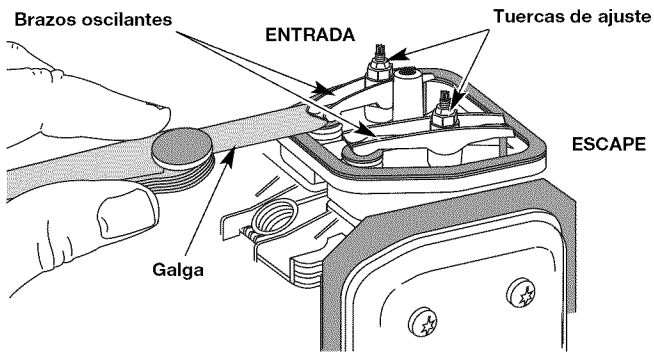

Fig. 35
- El pistón se encuentre en la parte superior de su recorrido. Mire el agujero de la bujía para ver el pistón (Fig. 35).
7. Deslice el calibrador de hoja entre el balancín y la parte superior de cada uno de los vástagos de las válvulas. Mida el huelgo entre el vástago de la válvula y el brazo oscilante (Fig. 35 & 36). Realice esto en las válvulas de entrada y de escape.
El huelgo recomendado para las válvulas de entrada y de escape es 0.076 – 0.152 mm (0.003 – 0.006 pulgadas). Use un calibrador regular de automóvil de 0.127 mm (0.005 pulgadas). El calibrador debe deslizarse entre el balancín y el vástago de la válvula con una ligera cantidad de resistencia, sin doblarse (Fig. 35 y 36).